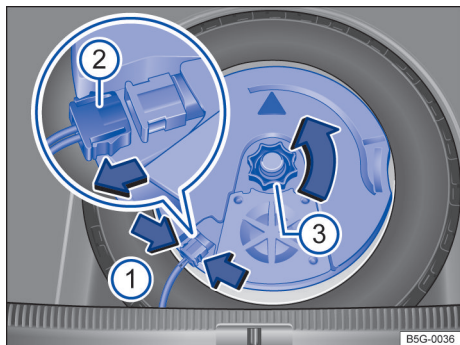

图 241 行李厢内：拆下重低音扬声器
- 用手捏住定位凸缘 → 图 241（箭头 ①）并压紧到止位，并断开连接插头 ②。
- 拔出连接插头 ②，并将拔出的导线放置一边。
- 将手轮 ③ 沿箭头方向拧出。